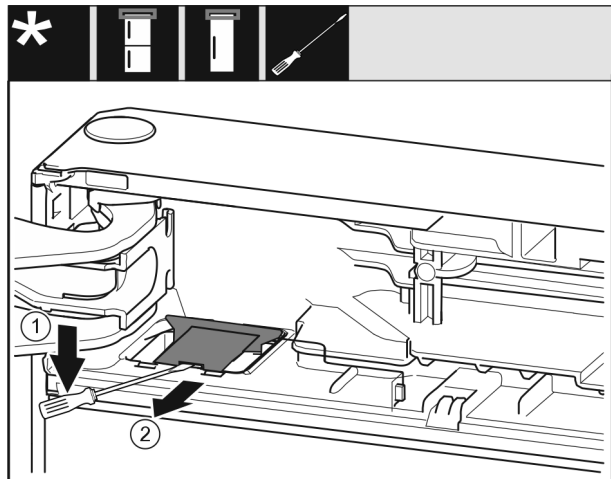

Fig. 10
▶ Mit einem Schlitzschraubendreher die Abdeckung ausrasten und aufheben. Fig. 10 (1)
▶ Abdeckung herausnehmen. Fig. 10 (2)